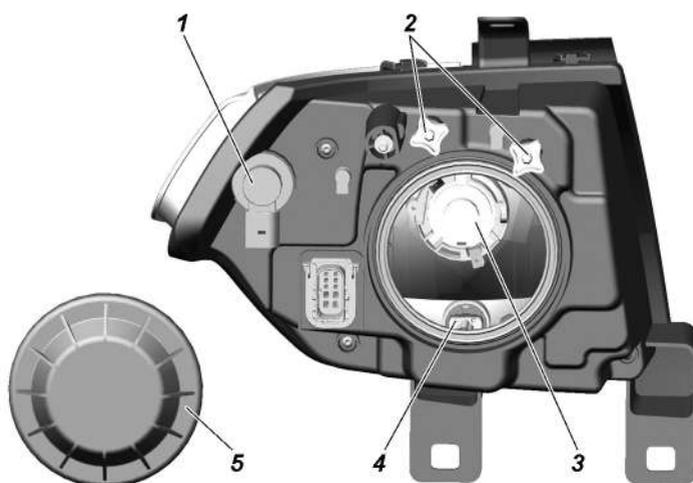

Рис. 9.31. Фара:
3. Включите ближний свет фар и, поочередно закрывая каждую фару, вращением регулировочных винтов 2 (рис. 9.31) добейтесь, чтобы светотеневая граница слева от точек E и E' совпала с линией 1, а справа – с линиями 2 и 2' для левой и правой фар соответственно. Точки перелома светотеневой границы должны совпадать с точками E и E'.
**Замена ламп фар.** Для замены лампы указателей поворота снимите колодку с патрона 1 (рис. 9.31), поверните патрон по часовой стрелке (для правой фары) или против часовой стрелки (для левой фары) и выньте патрон в сборе с лампой.
Для замены ламп противотуманных фар отсоедините колодку жгута проводов 2 (рис. 9.31) от лампы, поверните против часовой стрелки и выньте лампу.